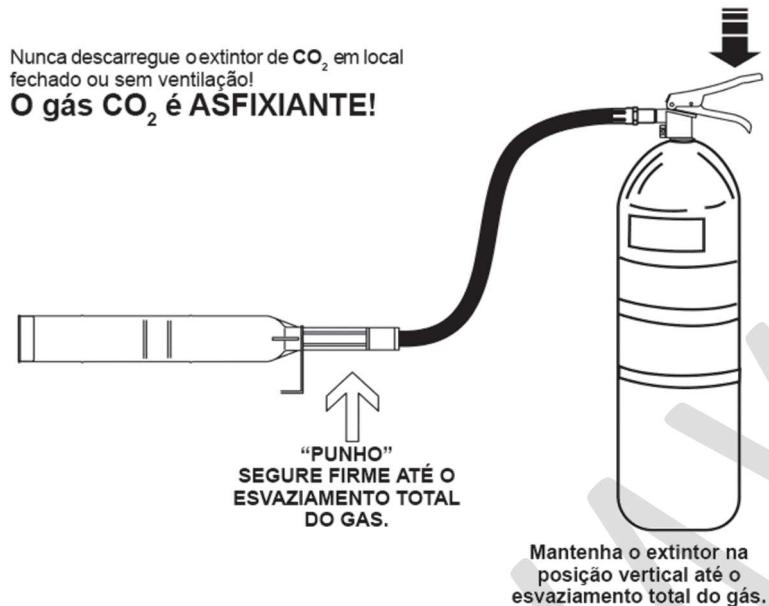

Figura 5: Modo de descarga do Extintor
- Descarregue o extintor acionando a válvula (Vide figura 5).